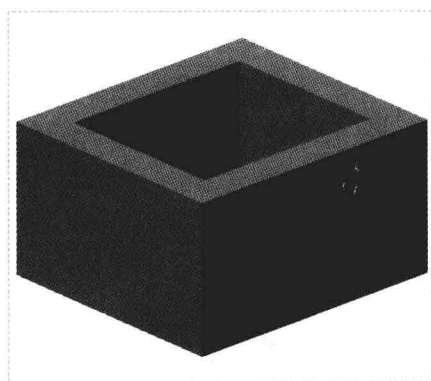

图 6-30 图形文件
Step 01 按【Ctrl+O】组合键，打开图形文件，如图 6-30 所示。